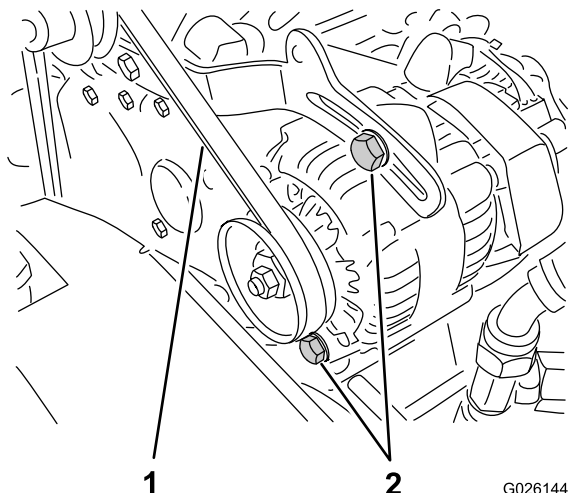

図 66
2. クランクシャフトとオルタネータのプーリ間の中央でベルトを指で押してベルトの張りを点検する。押す力は 10 kg 程度(図 66)。
A. オルタネータの取り付けボルト 2 本をゆるめる(図 66)。
- B. エンジンとオルタネータの間にボールを入れて適当な張りに調整し、取り付けボルトを締め付ける(図 66)。